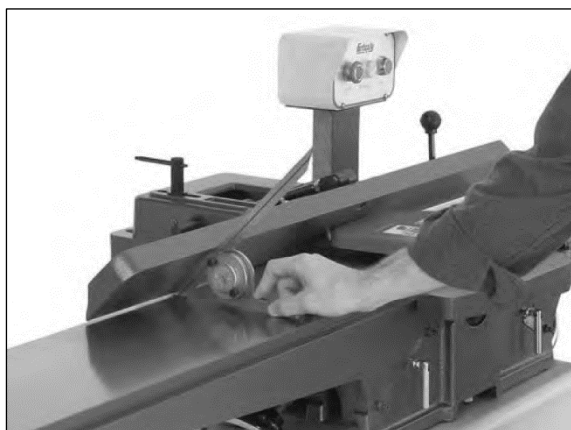

Рисунок 64.
- При помощи малки установите параллельный упор под углом 45 градусов (рис. 64).